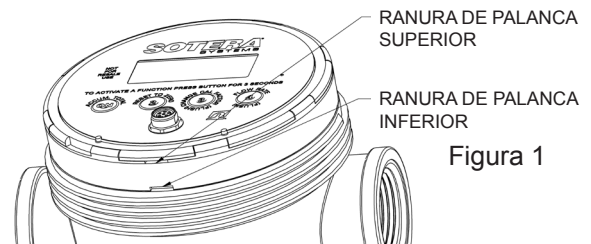

Figura 1
2. Inserte un destornillador de paleta con cabeza fresada en la ranura superior y ejerza un poco de presión en el módulo electrónico (consulte la Figura 1).